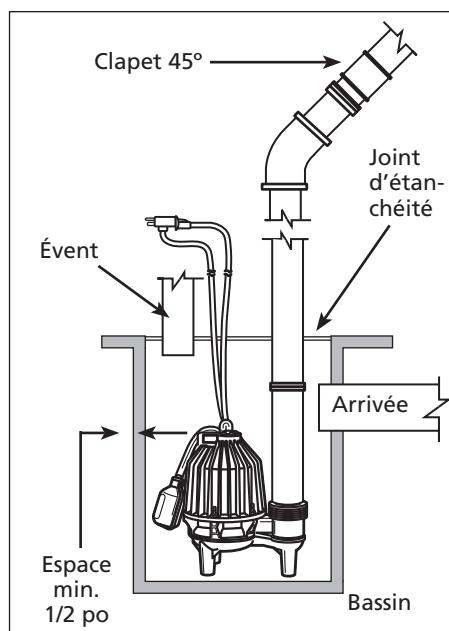

Figure 3 - Bassins préfabriqués
6. Cette pompe a un interrupteur à longe détachable avec une fiche superposée (Voir Figure 3). La longeur du longe (distance du cordon du flotteur à la pince) ne devrait pas être ajustée moins que 8,26-cm (3-1/4 po) et ne devrait pas être utilisé dans un bassin plus petit que 35,6-cm (14-po) de diamètre. Si vous utilisez un différentiel autre que celui réglé à l'usine, s'assurer que lorsque la pompe se coupe, qu'il y ait au moins 4 po de fluide dans le bassin pour que la turbine reste submergée.